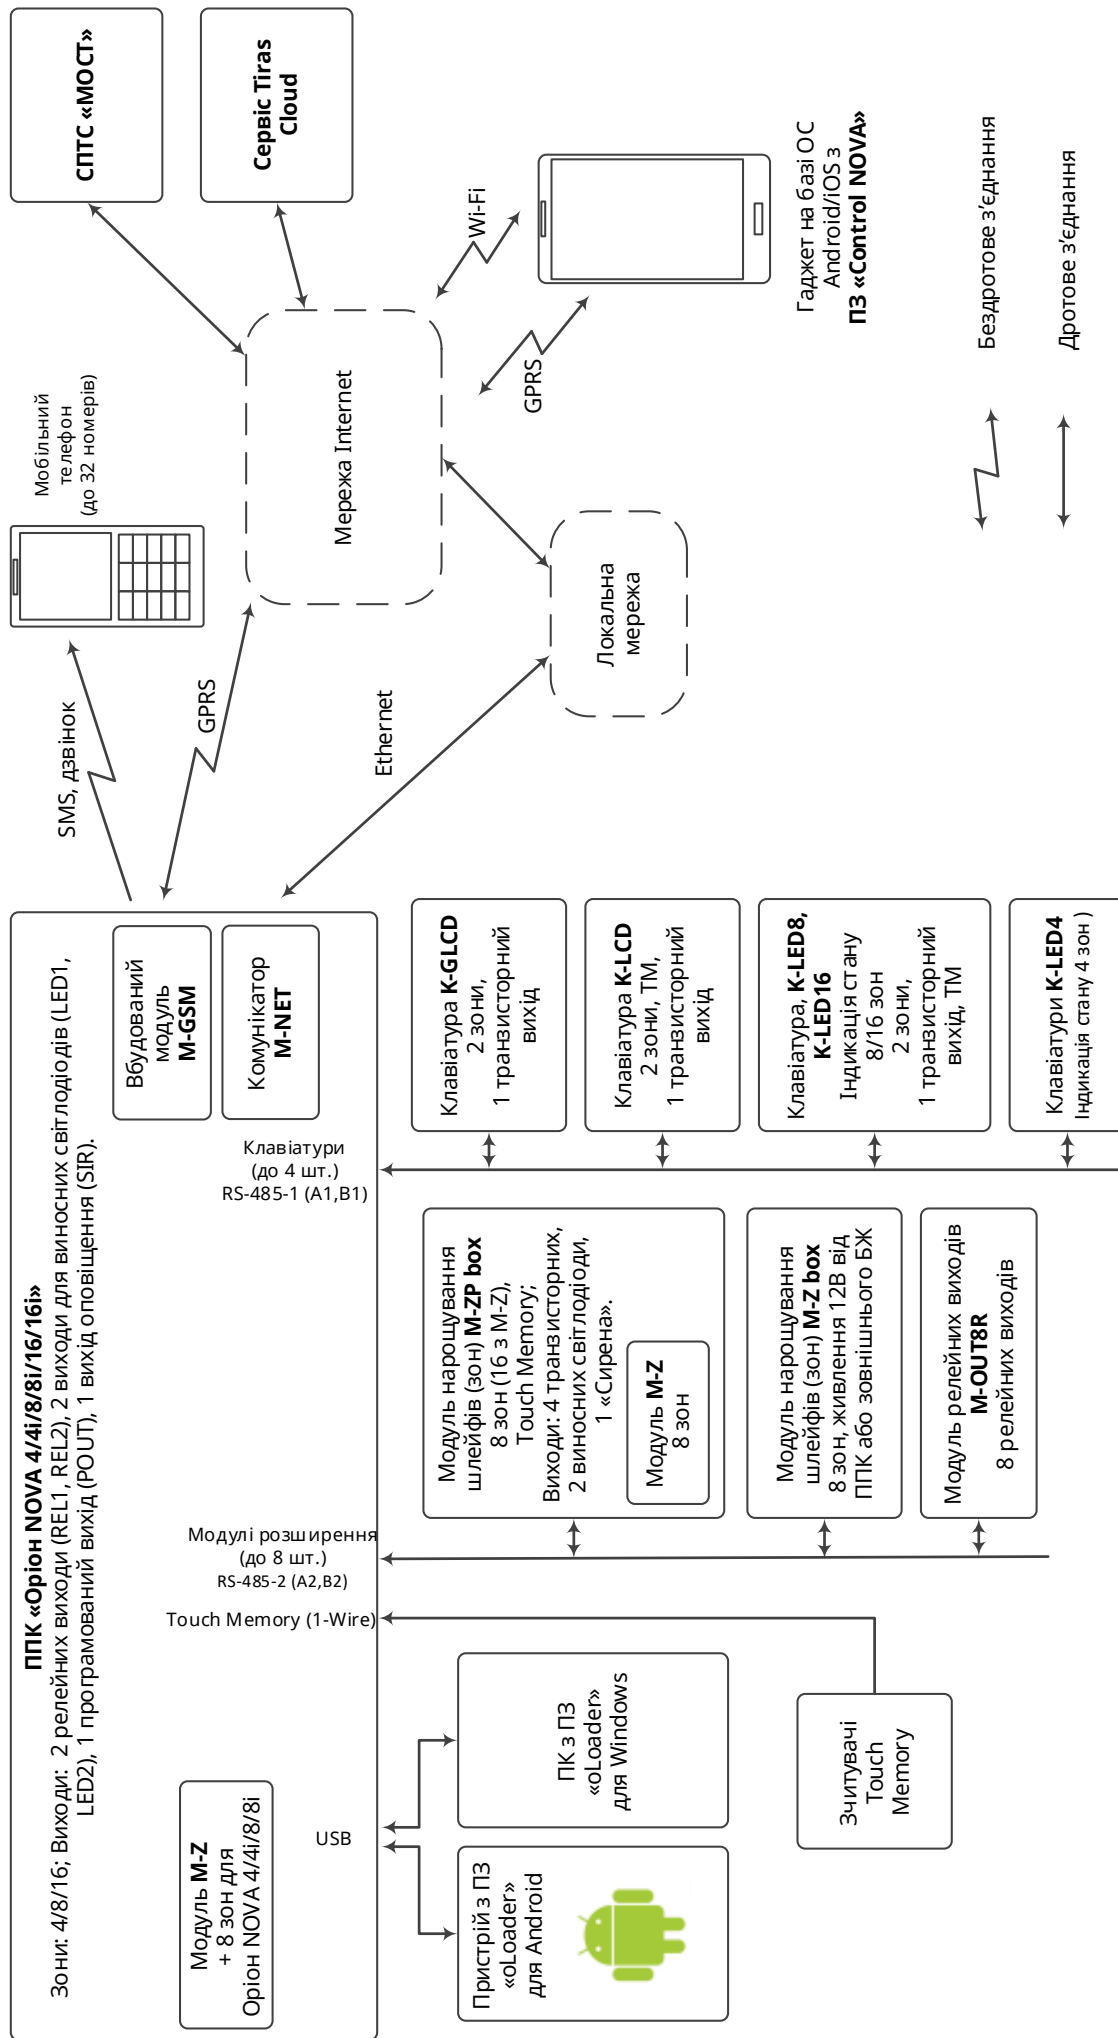

Рисунок 1.1 – Структурна схема системи охоронної сигналізації на базі ППК «Оріон NOVA 4/4i/8/8i/16/16i»
**1.5.4** До ППК, що є базовим блоком системи охоронної сигналізації (далі - системи), можливо підключити наступні пристрої (Рисунок 1.1):